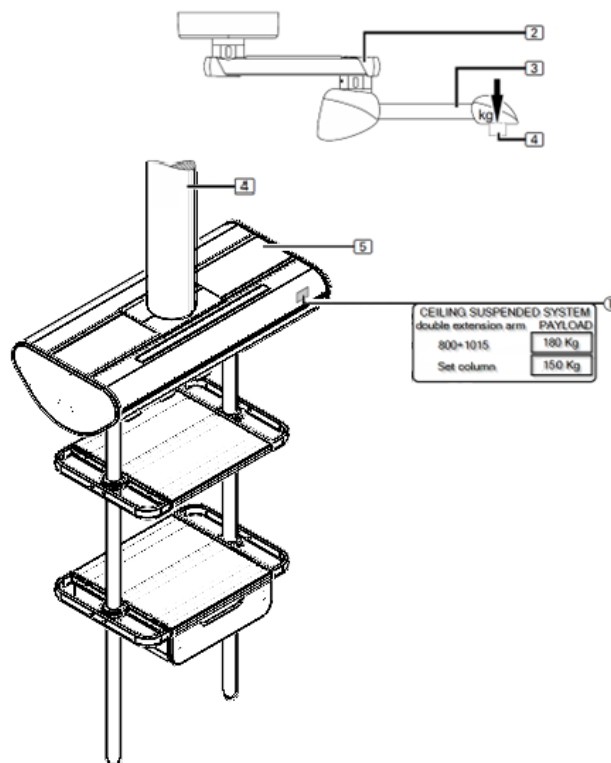

Abb. 20 Position des Aufklebers mit der Nutzlast
Das Eigengewicht des Fallrohrs (4) und des Bedienungskopfes (5) muss von der maximalen Tragfähigkeit des Hängesystems abgezogen werden. Dieser Wert entspricht der maximalen Tragfähigkeit (Nutzlast). In dem in Abbildung 20 dargestellten Beispiel hat eine Verlängerungsarm- und Motorarm-Baugruppe eine Tragfähigkeit von 180 kg, die maximale Nutzlast beträgt 150 kg nach Abzug des Eigengewichts des Servicekopfes und ist auf dem Aufkleber (1) am Servicekopf angegeben.